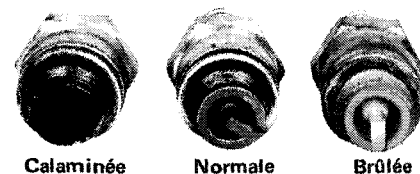

Fig. 9
2. Vérifiez l'état des bougies. (Voir Fig. 9). Leur bec doit normalement être de couleur brunâtre. Lorsque le bec est noir, cela indique soit un mélange trop riche du ralenti ou de haute vitesse du carburateur, un mauvais mélange d'essence, un mauvais choix de bougie ou un fonctionnement trop prolongé au ralenti. Lorsque le bec est gris clair, cela indique soit un mélange de ralenti trop pauvre du carburateur, un mauvais choix de bougie, un mauvais mélange d'essence ou un joint non étanche.